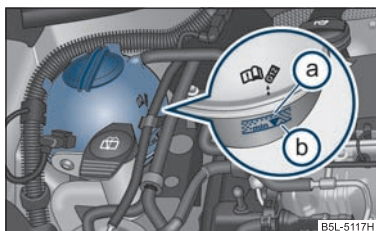

Fig. 165 Compartimentul motor: Vasul de expansiune al lichidului de răcire
- Verificați nivelul lichidului de răcire din vasul de expansiune ⇒ fig. 165. Când motorul este rece, nivelul lichidului de răcire trebuie să se afle între marcajele **a** și **b**. Când motorul este cald, nivelul lichidului de răcire poate fi și puțin peste marcaj.
- Puneți o lavetă pe capacul vasului de expansiune ⇒ fig. 165 și desfaceți capacul **cu grijă** spre stânga ⇒ .